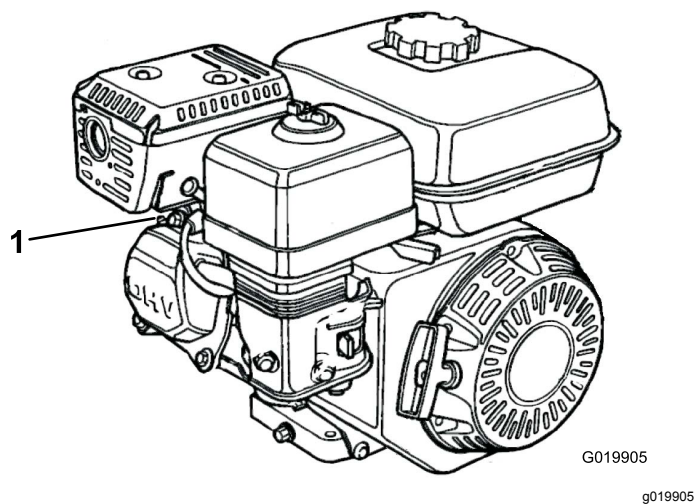

Figura 31
2. Scollegate il cappello dalla candela (Figura 31).